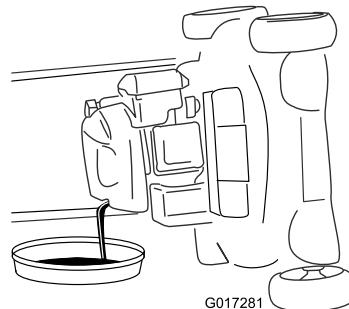

Figure 31
- Retirez la jauge et vidangez l'huile usagée dans le bac de vidange (Figure 31).